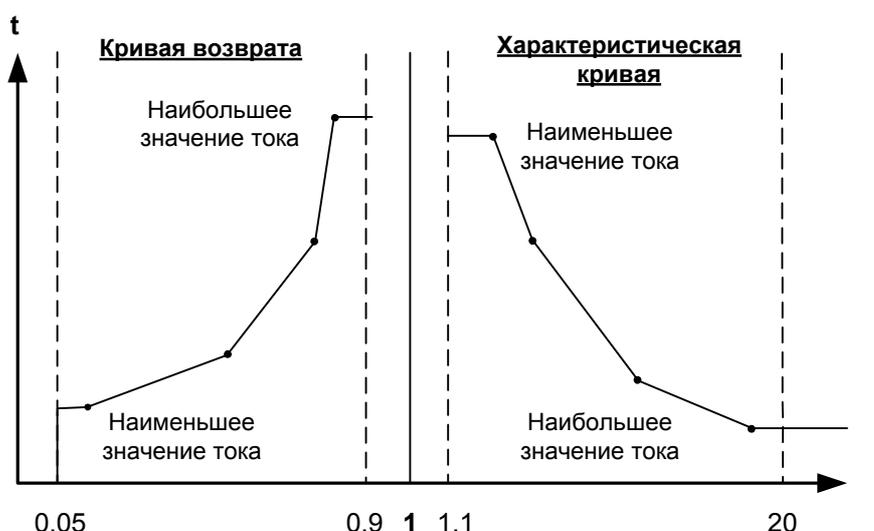

Рисунок 6-28 Использование определяемой пользователем характеристической кривой
- Если величина протекающего тока меньше введенного значения наименьшего тока, то это не приведет к увеличению выдержки времени на отключение больше, чем на время, соответствующее введенной величине наименьшего тока. Характеристическая кривая (смотри Рисунок 6-28) имеет постоянное значение выдержки времени на отключение для токов меньших, чем наименьшее введенное значение.
- Если величина протекающего тока больше введенного значения наибольшего тока, то это не приведет к уменьшению выдержки времени на отключение меньше, чем на время, соответствующее введенной величине наибольшего тока. Характеристическая кривая (смотри Рисунок 6-28) имеет постоянное значение выдержки времени на отключение для токов больших, чем наибольшее введенное значение.
- Если величина протекающего тока больше введенного значения наибольшего тока, то это не приведет к увеличению выдержки времени на возврат больше, чем на время, соответствующее введенной величине наибольшего тока. Характеристическая кривая возврата (смотри Рисунок 6-28) имеет постоянное значение выдержки времени на возврат для токов больших, чем наибольшее введенное значение.
- Если величина протекающего тока меньше введенного значения наименьшего тока, то это не приведет к уменьшению выдержки времени на возврат меньше, чем на время, соответствующее введенной величине наименьшего тока. Характеристическая кривая возврата (смотри Рисунок 6-28) имеет постоянное значение выдержки времени на возврат для токов, меньших чем наименьшее введенное значение.